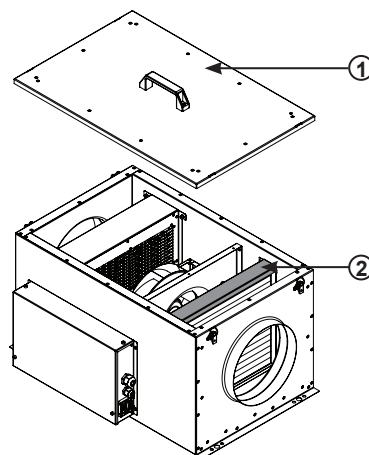

Abb. 13:
- Durch Lösen der Luftfilterklappe (2) ist der Filter (3) leicht ausziehbar. (s. Abb. 13+14)
- Nach dem Austausch des Filters ist die Luftfilterklappe (2) sowie die Geräteabdeckung (1) wieder zu schließen.